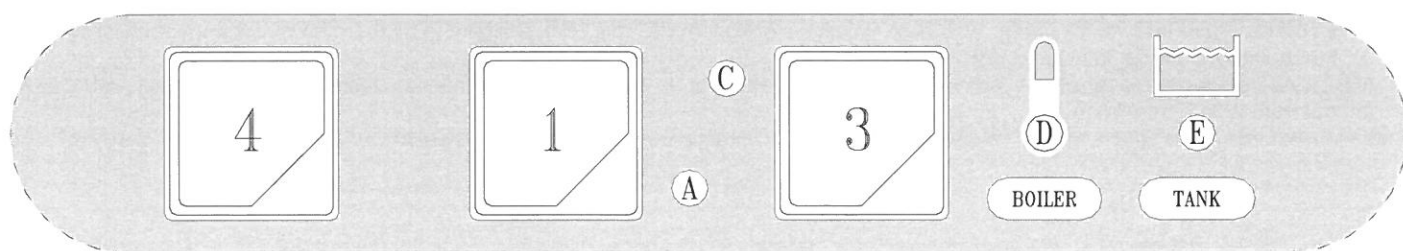

Рис. 3-2
- После завершения запуска воды откройте дверцу (I) и добавьте моющее средство (около 2 г на литр объема бака). Выставьте положение полной корзины (L) и закройте дверцу (I). Выберите с помощью кнопки (4) необходимый цикл мытья: короткий цикл (кнопку нажать) – длинный цикл (кнопку не нажимать). Далее нажмите кнопку ПУСК (3) (держат нажатой по меньшей мере 2 секунды), чтобы запустить цикл мытья, — загорится индикатор (C). После завершения цикла индикатор погаснет. Чтобы выключить машину, поверните выключатель (1) в положение 0. Индикатор (A) покажет, что машина выключена (Рис. 3-2+3-3).
**ПРИМЕЧАНИЕ:** Цикл мытья не сможет начаться до тех пор, пока не выключится индикатор (E).
*Рекомендуется начинать рабочий цикл, когда погаснет предупреждающий индикатор бойлера (D), как указано в пункте 3.2 - Ежедневный запуск.*
- When the water intake cycle is complete, open the door (I) and add detergent (about 2 g. per litre of tank capacity). Position the full basket (L) and close the door (I). Select the appropriate washing cycle by pressing button (4): short cycle (button pressed) – long cycle (button not pressed). Now press the START button (3) (at least for 2 seconds) and the wash cycle displayed by light (C) will start. When the cycle is over, this light goes out. To turn off the appliance, turn the switch (1) to 0. Light (A) indicates the appliance is off (fig.3-2+3-3).
**N.B.:** It is not possible to start a washing cycle till the warning light (E) is off.
*It is recommended to start a work cycle when the boiler warning light (D) is off, as indicated at point 3.2 - Daily Start Up.*
- Nach erfolgter Füllung die Tür (I) öffnen und das Spülmittel einfüllen (ca. 2g/l Fassungsvermögen des Spülbehälters) Den gefüllten Geschirrkorb (L) einsetzen und die Tür (I) schließen. Das Programm durch Drücken des Druckknopfes (4) wählen kurzer Spülgang (Taste gedrückt) – langer Spülgang (Taste losgelassen). Nun die START-Taste (3) mindestens 2 Sekunden lang drücken, und das Spülprogramm beginnt, die Kontrolllampe (C) leuchtet auf und am Programmende erlischt die Kontrolllampe. Um das Gerät auszuschalten, muß der Schalter (1) auf die Position 0 gestellt werden, die Kontrolllampe (A) erlöscht (fig.3-2+3-3).
**N.B.:** Solange die Kontrolllampe (E) nicht aufleuchtet, kann der Spülgang nicht gestartet werden.
*Es wird empfohlen den Arbeitsgang zu starten, erst wenn die Kontrolllampe vom Boiler (D) erlöscht ist, wie in Abschnitt 3.2 "Tägliche Inbetriebnahme" angegeben.*
- Lorsque le remplissage est terminé, ouvrir la porte (I) et verser le détersif (environ 2 g pour chaque litre remplissant la cuve). Introduire le panier (L) plein et fermer la porte (I). Sélectionner ensuite le cycle de lavage en actionnant le bouton-poussoir (4) cycle court (touche enfoncée) – cycle long (touche relâchée). A ce stade, presser le bouton-poussoir START (3) (au moins 2 secondes) et le cycle de fonctionnement commencera, visualisé par la lampe-témoin (C). La fin du cycle coïncide avec l'extinction de ce voyant. Pour arrêter la machine, il faudra débrancher l'interrupteur (1) en le ramenant sur la position 0: lampe-témoin (A) (fig.3-2+3-3).
**N.B.:** Il n'est pas possible de commencer le cycle de lavage jusqu'à quand la lampe-témoin (E) n'est pas allumée.
*Il est conseillé de commencer le cycle de travail quand la lampe-témoin (D) sera éteinte, comme indiqué au point 3.2 – Mise en Marche.*
- Después del llenado, abra la puerta (I) y vierta el detergente (2 gramos aproximadamente por litro de capacidad de la cuba). Introduzca el cesto (L) carga y cierre la puerta (I). Seleccione el ciclo de lavado por medio del selector (4) ciclo breve (tecla pulsada) – ciclo largo (tecla soltada). Pulse ahora START (3) (almenos durante 2 segundos) para arrancar el ciclo de trabajo: se enciende la luz testigo (C), que se apagará al final del ciclo. Para apagar la máquina desconecte el interruptor (1): posición 0, luz testigo (A) apagada (fig.3-2+3-3).
**N.B.:** No es posible empezar el ciclo de lavado hasta que el piloto (E) no se enciende.